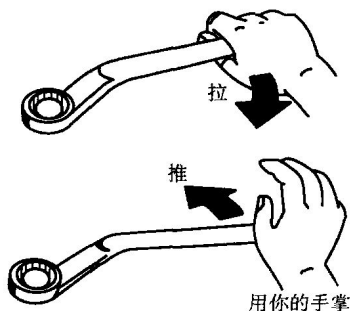

图 0-12 工具使用方法
2) 拆装零件时, 为了更好地控制和安全起见, 拉动扳手的方向要始终朝向自己, 切勿推动扳手。如果由于空间限制无法拉动工具, 用手掌推它(图 0-12)。